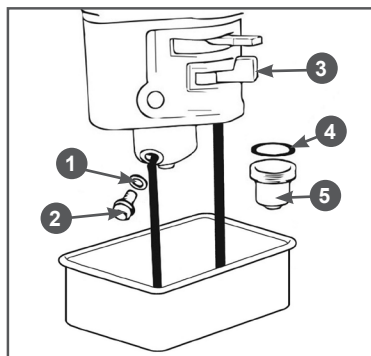

Рис. 31 Слив топлива с топливного бака и карбюратора
- Установите рычаг топливного крана 3 в положение «ЗАКРЫТО» (Рис. 31).
- Установите под карбюратор подходящую емкость (Рис. 31).
- Открутите болт 2 сливного отверстия и слейте топливо из поплавковой камеры карбюратора в приготовленную для этого ёмкость (Рис. 31).
- Открутите стакан отстойника 5, вылейте из него топливо в заранее подготовленную емкость (Рис. 31).